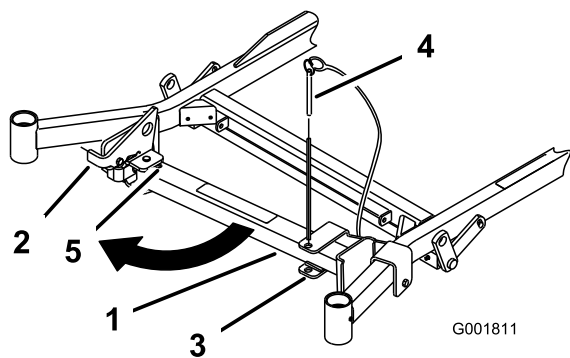
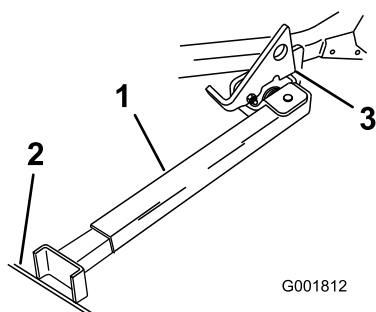

Figure 31
Figure 32
2. Retirez la goupille du support (Figure 31).
- Soulevez le verrou. Dépliez le pied du support et poussez le support vers la machine dans la base de la fente (Figure 31 et Figure 32).
- Posez le pied du support sur le sol et appuyez le verrou sur la languette de pivot (Figure 32).
Remarque: Pour obtenir de meilleurs résultats, placez le pied du support dans des fissures du trottoir ou du gazon (Figure 32).
- Montez la machine sur le support. Arrêtez-vous quand le verrou retombe sur la languette en position verrouillée (Figure 32). Une fois la machine en place sur le support, serrez le frein de stationnement et coupez le moteur.
- Ramenez le support à sa position de repos (Figure 31).